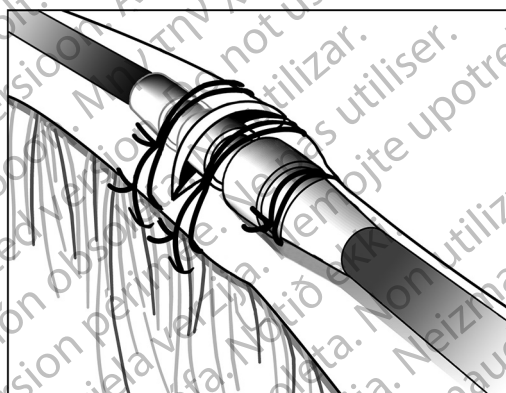

Figura 11. Ejemplo de manguito de sutura, técnica de venotomía
3. Utilice el mismo surco para fijar el cable y la vena a la fascia adyacente (Figura 11 Ejemplo de manguito de sutura, técnica de venotomía en la página 29).